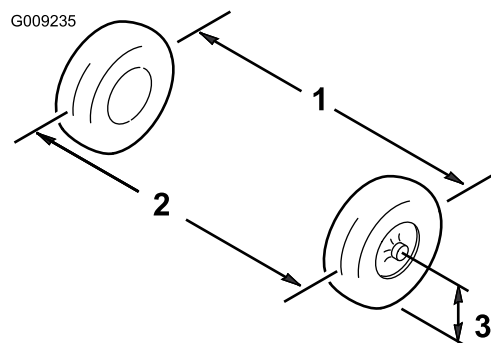

Figura 33
3. Misurate la distanza tra i pneumatici anteriori all'altezza dell'assale, davanti e dietro le ruote (Figura 33).